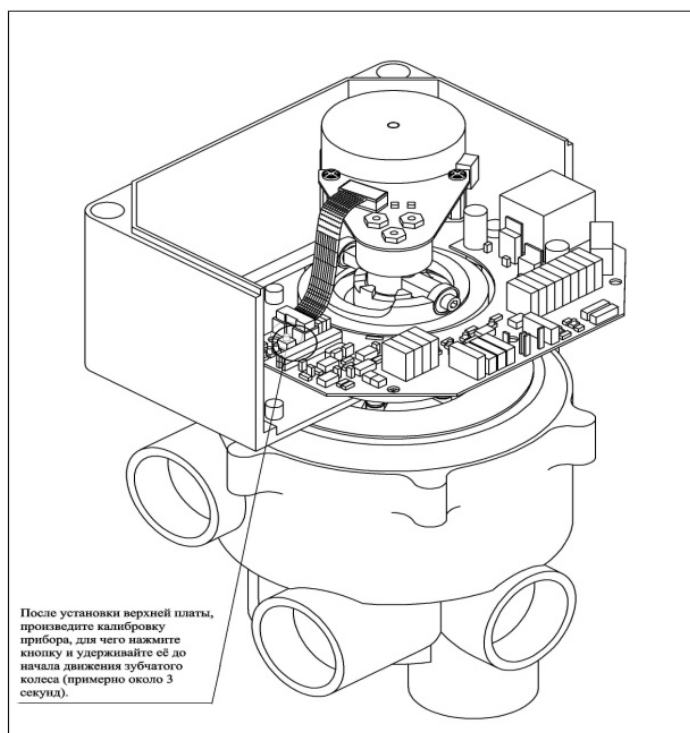

Рис. 6
- 1.4.5.** Надеть плату энкодера (см рис.1.2, поз.6) на вал (см рис.1.2, поз.1) и прикрутить двумя винтами М3х5 из комплекта прибора (см. рис. 6). Подключите интерфейсный кабель (см. схему 1.3), вставьте разъём на шлейфе от верхней платы в соответствующий разъём на нижней плате, прикрутите верхнюю плату к соответствующим опорным стойкам.
Правильно собранный узел выглядит следующим образом (рис. 6, 1):